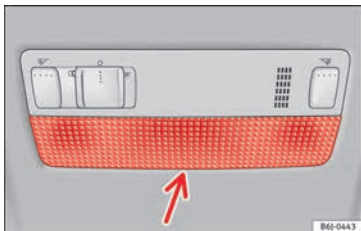

Abb. 117 Leseleuchte vorne.
- Das flache Ende eines dünnen Schraubendrehers zwischen Gehäuse und Glas einführen » Abb. 117.